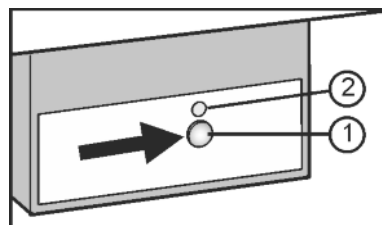

Fig. 18
- ▶ Натисніть кнопку On/Off Fig. 18 (1), щоб засвітився індикатор Fig. 18 (2).